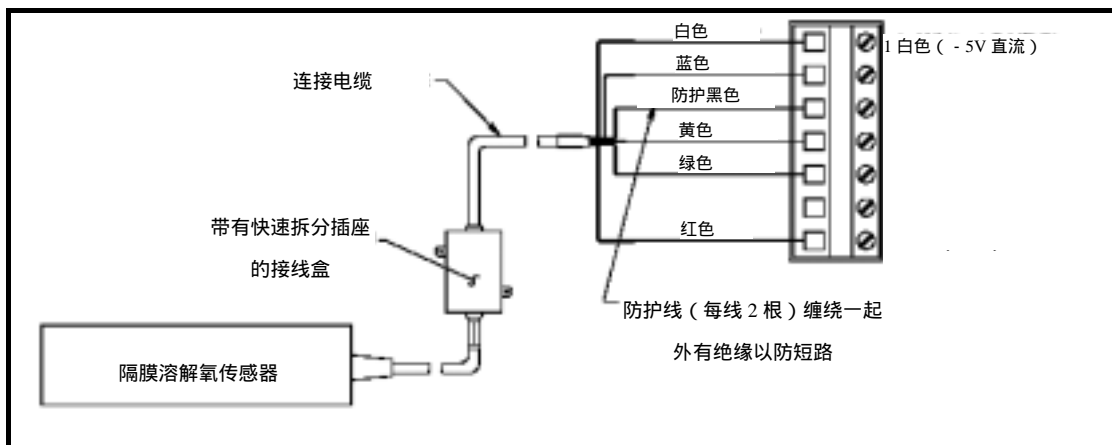

图 2-4 连接 GLI 隔膜溶解氧传感器
5. 参见图 2-4，连接其它连线到测定仪的 TB2 接线端子，注意与提示的线路颜色一致。（接线端子 6 未用。）